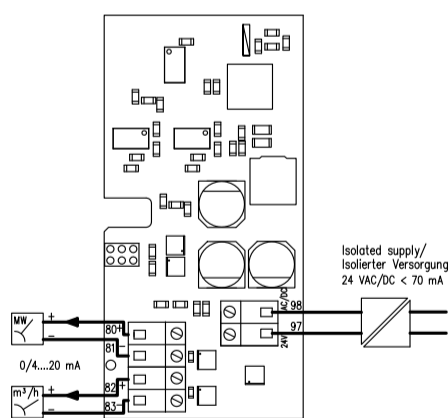

Fig. 1
***See illustration; Fig. 1***
***Siehe Abbildung; Fig. 1***